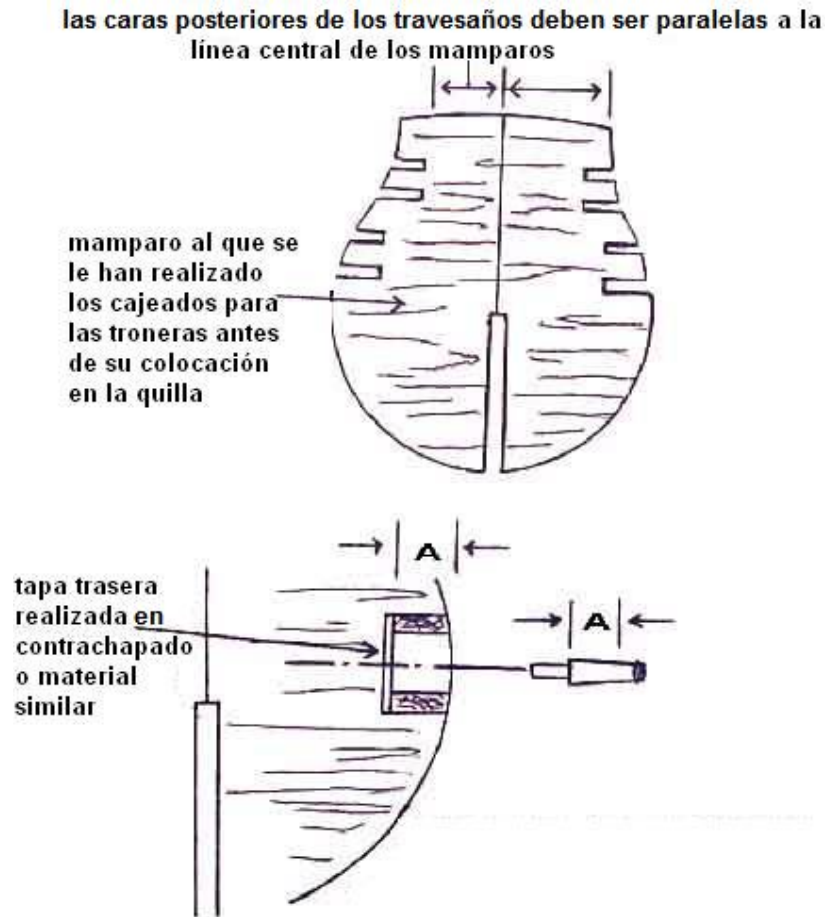
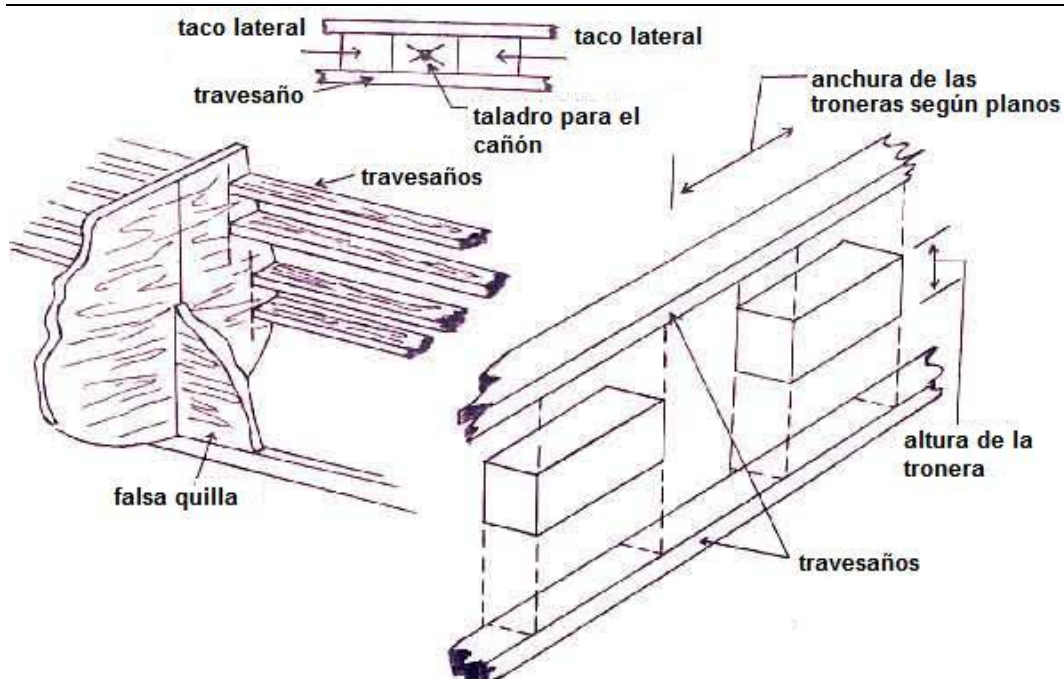

Figura 25. Cajeados de las troneras. La profundidad del cajeados viene determinada por el tamaño del cañón.
Figura 25A. Las cajas para las troneras están formadas por dos travesaños (superior e inferior) y dos tacos laterales.
En esta ocasión también hay numerosas maneras de realizar el cajeadado para las troneras. Aquí sólo se presenta uno de los métodos que produce buenos resultados. Determine a partir de los planos la situación de las aberturas de las troneras para las distintas cubiertas. Asegúrese de que ninguna caiga en el espacio entre dos mamparos o que entorpezca los canales utilizados para la jarcia. Si ya ha encolado y situado los mamparos, no se preocupe ya que siempre puede añadir la caja para la tronera sección a sección entre los mamparos. El resultado final será el mismo. Sin embargo, es preferible recortar la forma en los mamparos antes de su ensamblado y utilizar listones de una sola pieza para los travesaños de modo que se obtenga una línea continua y suave para la caja de las troneras. La Figura 25 muestra lo que se acaba de explicar, donde pueden apreciarse los cortes en los mamparos antes de su ensamblado.
El material para realizar las cajas de las troneras puede tomarse de cualquier resto de madera que esté disponible, ya que no se podrá ver cuando el modelo esté terminado. La medida (A) de las piezas superior e inferior de la caja dependerá de la forma redondeada del casco, pero siempre las caras posteriores de los travesaños (en el interior del casco) deberán formar entre sí una línea vertical paralela a la línea media de los mamparos (véase la Figura 25). Un trozo de contrachapado es un buen material para la tapa posterior de la caja de la tronera. No olvide taladrar un agujero en el centro de la tapa posterior de la tronera, como se muestra en la Figura 25A, para colocar el perno o cascabel del cañón.